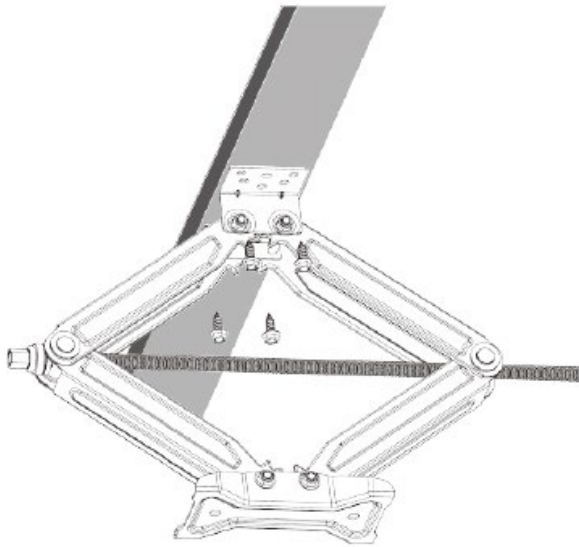

Figure 1
- Remplacer les crics, utiliser des douilles et des cliquets de 9/16" et connecter les crics à ciseaux au châssis avec 4 vis autofileteuse de 3/8"x1" (Figure 1).